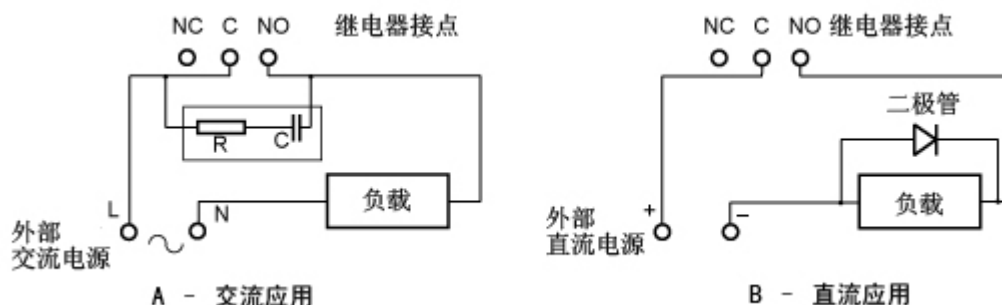

图 3.5 继电器接点保护
3.3.1 继电器接点保护与干扰抑制-图 3.5
如使用继电器来开/关负载，则继电器接点会由于电弧放电而受到腐蚀。电弧放电还会产生射频干扰 (RFI)，从而造成仪器故障及读数错误。为了减小 RFI 的影响，需要电弧抑制元件；电阻/电容器电路用于交流应用，而二极管用于直流应用。这些元件可以连接在负载两端，或直接连接在继电器接点两端。在 8037 型上，RFI 元件必须与电源线及负载引线一道安装在继电器接线板上-见图 3.5。